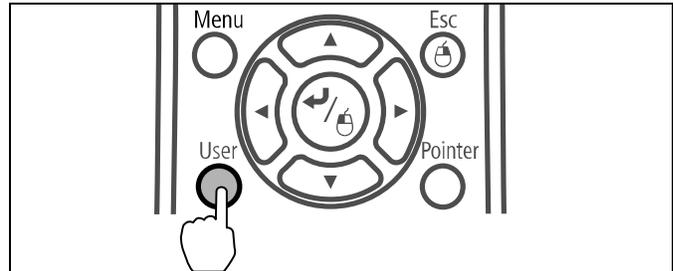

Figure 30
- En utilisant la télécommande, sélectionnez le bouton **Utilisateur**. (Voir figure 30)